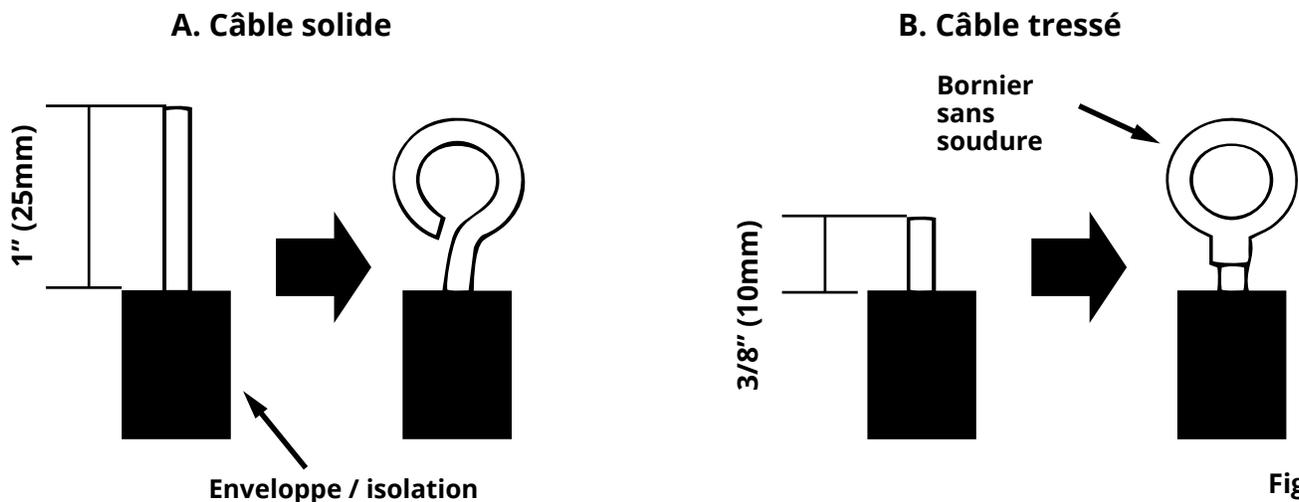
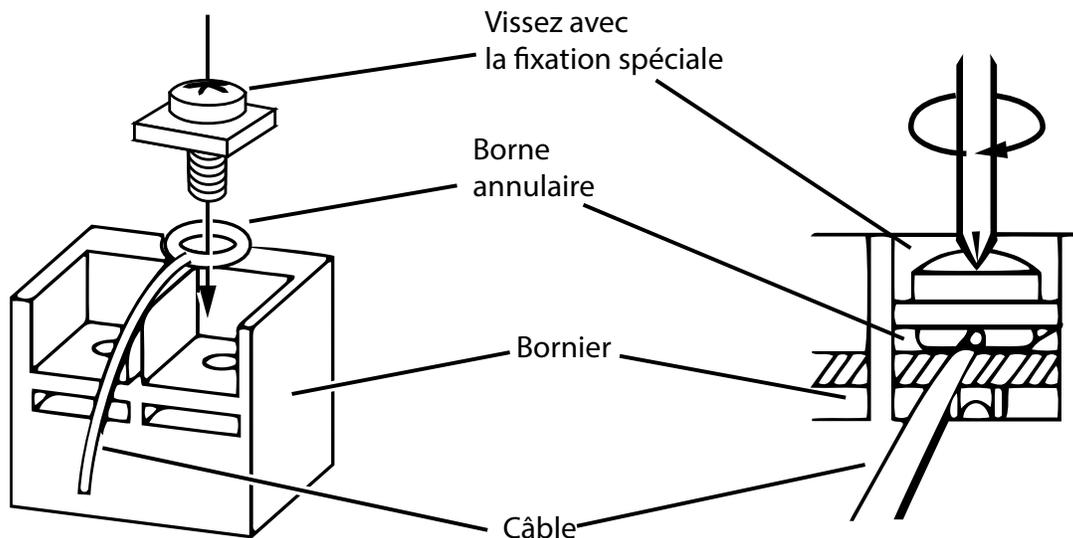

Fig. 2.27
Fig. 2.28
Pour les câbles solides (Voir Fig. 2.27 A) :
Pour les câbles tressés (Voir Fig. 2.27 B & Fig. 2.28):
4. Localisez le conduit de terminal rond. Utilisez un tournevis pour le remplacer et serrez la vis de la borne (comme indiqué sur la Fig. 2.28).
Pour tous les câblages de bornes (Voir Fig. 2.28) :
Passez le câble de connexion et le cordon d'alimentation à travers la gaine isolante. Fixez ensuite les câbles avec des serre-fils (comme indiqué à la Fig. 2.28).